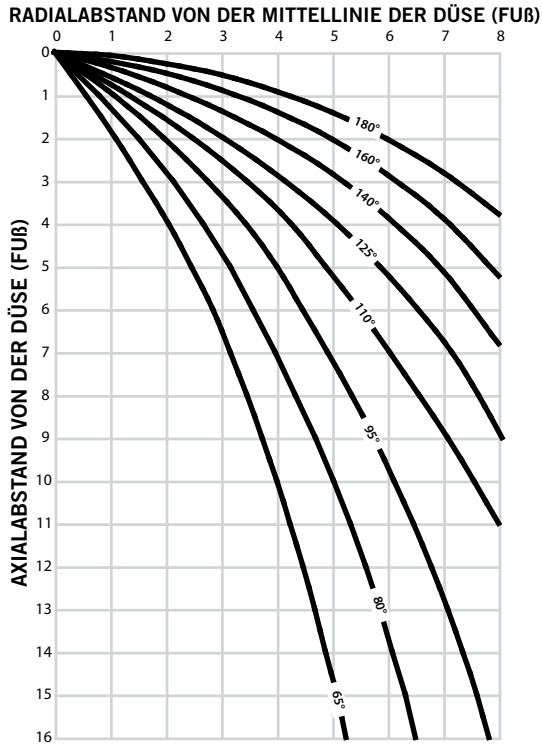
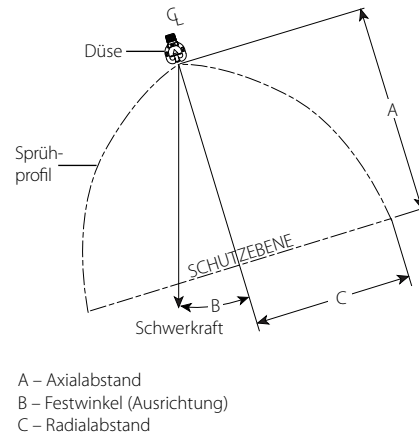

ABBILDUNG 2: AUSLEGUNGS-SPRÜHPROFILE (ALLE K-FAKTOREN)
ABBILDUNG 3: SPRÜHABDECKUNGSVARIABLEN
- In Abbildung 2 wird der Radialabstand bei verschiedenen Höhen gezeigt. Dieser basiert auf Tests in der hängenden Position bei Austrittsdrücken von 10 psi, 20 psi und 60 psi / 69 kPa, 138 kPa und 414 kPa (siehe Abb. 3, Variable C).
- Nur bei Anwendungen mit FM-Zulassung: Arbeiten Sie mit einer empfohlenen Toleranz von ± 2 ft [0,6 m] vom Nennwert für die in Abb. 2 gezeigten Radialabstände (x-Achse) bei allen Festwinkelausrichtungen. Verwenden Sie eine empfohlene Winkeltoleranz für das Sprühprofil von $\pm 5^\circ$ in der hängenden Position (vertikal nach unten) und $\pm 10^\circ$ bei allen anderen Festwinkelausrichtungen.
- Nur bei Anwendungen mit UL/NFPA-Zulassung: Arbeiten Sie mit einer empfohlenen Toleranz von $\pm 15\%$ vom Nennwert für die in Abb. 2 gezeigten Radialabstände (x-Achse) bei allen Festwinkelausrichtungen.